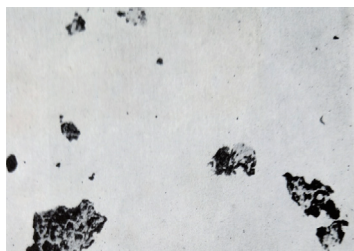

图3 非金属夹杂物 (200 $\times$)
(7) 脱碳 脱碳不应超过国家相关标准,并且在淬火前要全部去除,如果有脱碳,由于相变的不一致性,易形成淬火开裂。
(8) 夹杂物 夹杂物是钢中常见的一种现象,依其性质可分为金属夹杂物和非金属夹杂物。夹杂物对钢的质量危害极大,对钢的基体起破坏分割作用,降低钢的塑性和强度,使钢在锻造、热处理时易在夹杂处形成裂纹。图3为钢中非金属夹杂物图片。